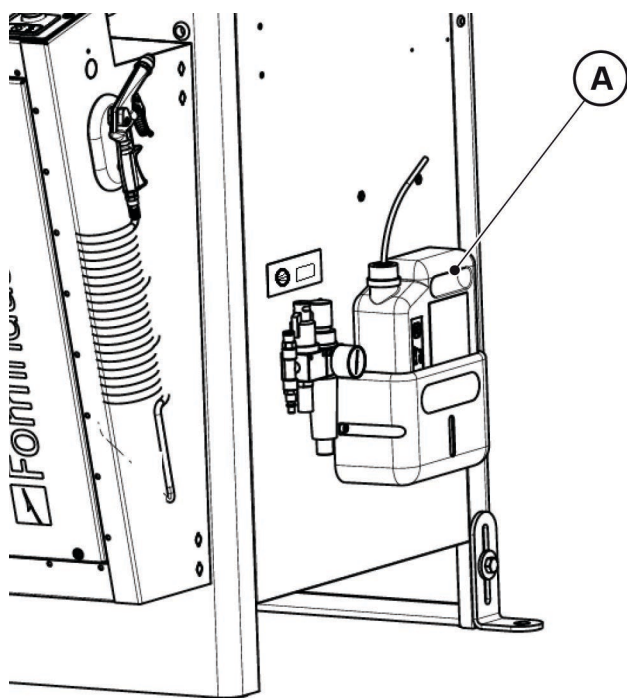

Fig. 09-01
- Controlar el nivel del aceite de lubricación del corte “A” (**Fig. 09-01**)